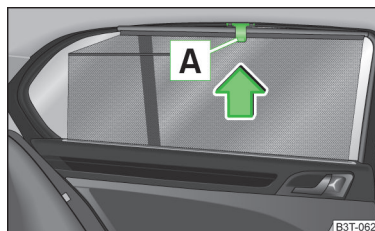

Fig. 61
► Trageți ruloul parasolar de mânerul **A** » fig. 61 și agățați-l în suportii de pe marginea de sus a portierei.
► Scoateți ruloul parasolar de mânerul **A** » fig. 61 și țineți-l în așa fel încât să se poată înfășura încet, fără să se deterioreze.